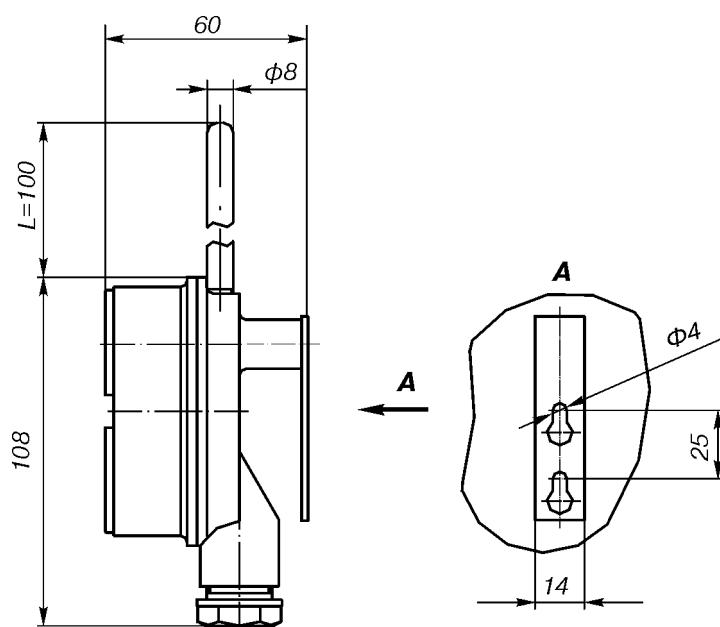

Рис.26.
Назначение: термопреобразователи сопротивления с унифицированным выходным сигналом **ТСПУ Метран-276 по рис.26** предназначены для измерения температуры воздуха в помещениях различного назначения.
Для всех исполнений, кроме рис.26:
Для исполнений по рис.26:
- 26¹⁾** по рис.26 (только для ТСПУ Метран-276)
- 27-Exia¹⁾** по рис.26 (только для ТСПУ Метран-276-Exia)
5. Длина монтажной части, L, мм (табл.4, 5, 6, 7, рис.26)/длина наружной части, l, мм (для ТХАУ Метран-271 рис.1-8, 10-19, 24).